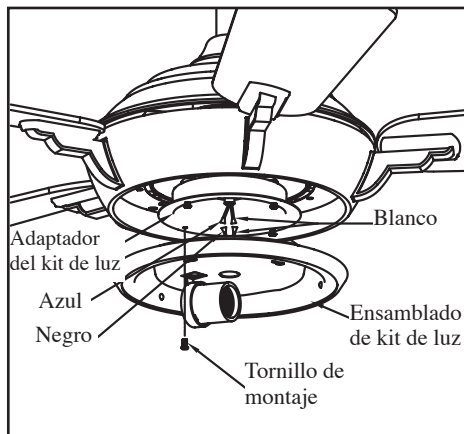

Figura 12
1. Afloja, pero no quites, tres de los tornillos de montaje del adaptador del kit de luces debajo del ensamblado del motor del ventilador, retira un tornillo de montaje (Figura 12).